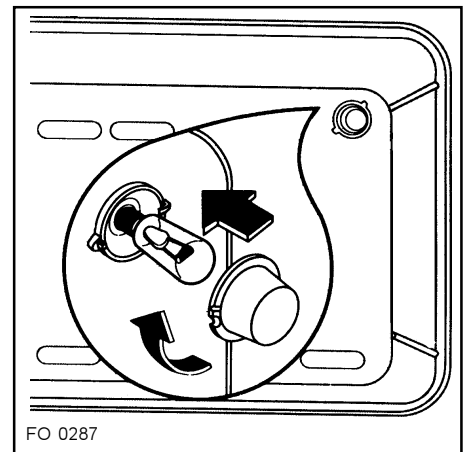

Fig. 11 FO 0287
- Dévisser la calotte (Fig. 11).